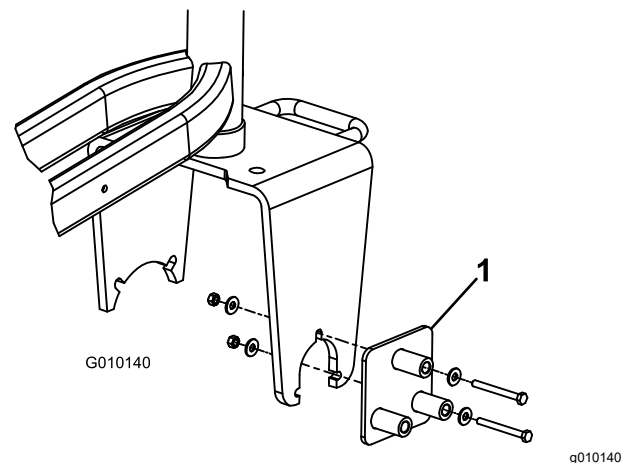

Figura 1
1. Montate la guida di foratura sul lato sinistro della forcella della ruota orientabile con 2 bulloni (5/16" x 3"), 4 rondelle (3/8" x 7/8") e dei dadi. Collocate i componenti come illustrato nella Figura 1.